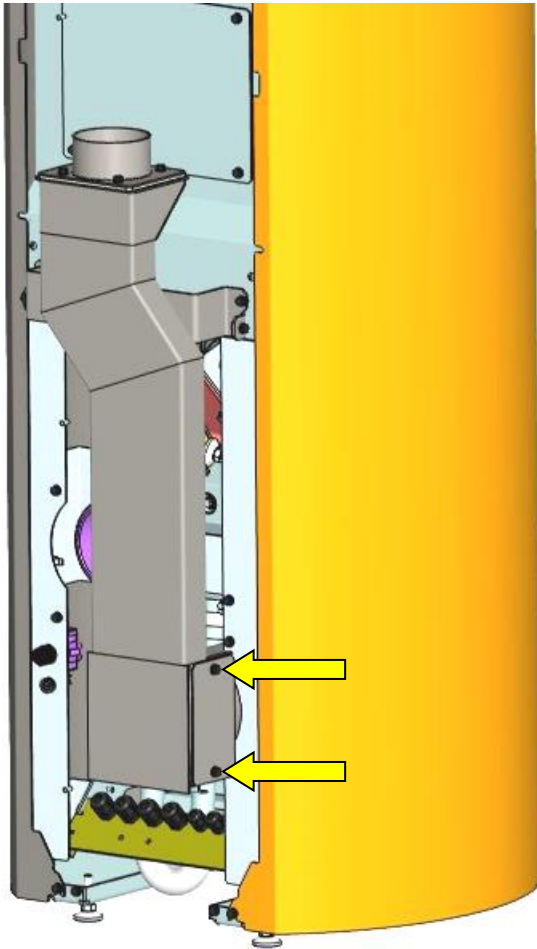

Fig. 59 : trappe de visite évacuation des fumées Montreal V
2. Enlever le couvercle de révision, retirer à cet effet 2 vis (Fig. 59) et procéder au nettoyage.